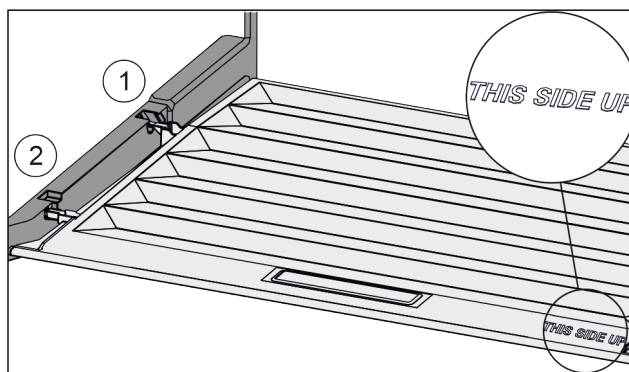

Fig. 99
- ▶ Ramiona pokrywy wprowadzić ponad otworem tylnego uchwyty Fig. 99 (1) i zazębnić z przodu w uchwycie Fig. 99 (2).